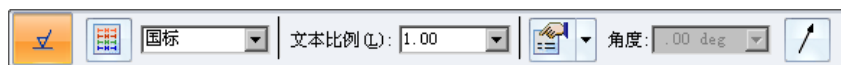
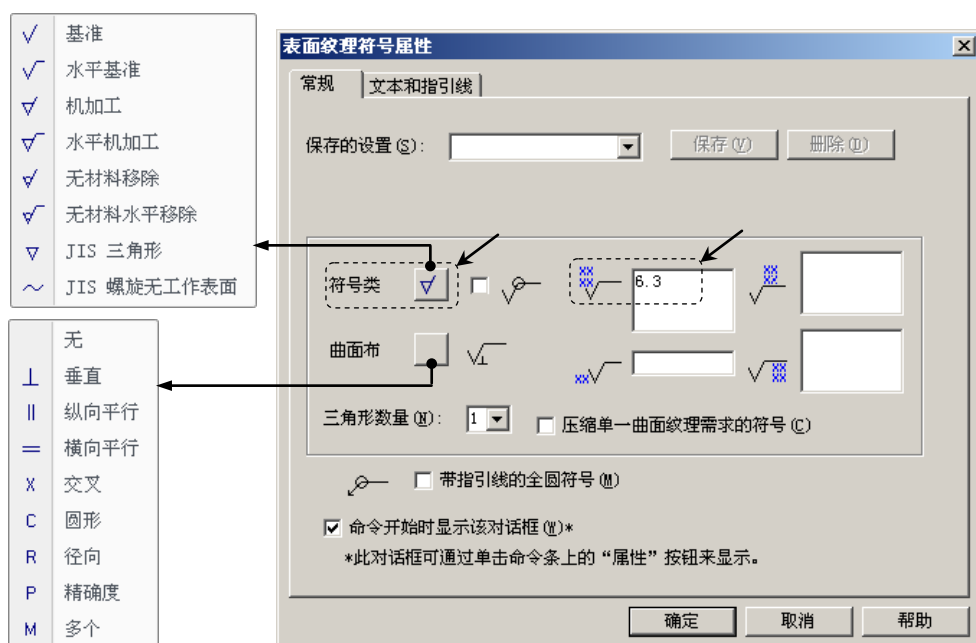

图 8.8.2 “表面纹理符号”对话框
图 8.8.3 “表面纹理符号属性”对话框
Step2. 选择命令。单击 **主页** 选项卡 **注释** 区域中的  命令，系统弹出图 8.8.2 所示的“表面纹理符号”命令条和图 8.8.3 所示的“表面纹理符号属性”对话框。
Step3. 定义参数。设置如图 8.8.3 所示参数，然后单击 **确定** 按钮。